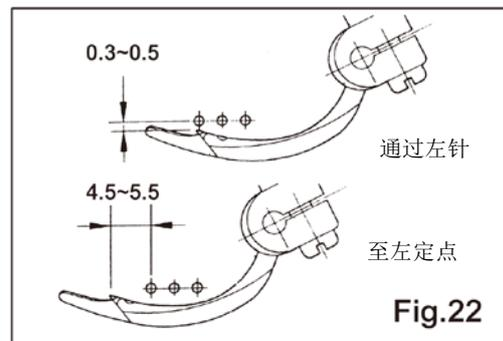

Fig.22
2. 当上勾针由右往左边移时，上勾针之勾线尖端(a)与左针之间隙为 $0.3 \sim 0.5\text{mm}$ ，当上勾针继续移至最左时，上勾针之(a)点与左针中心距离为 $4.5 \sim 5.5\text{mm}$ 。(图 22)